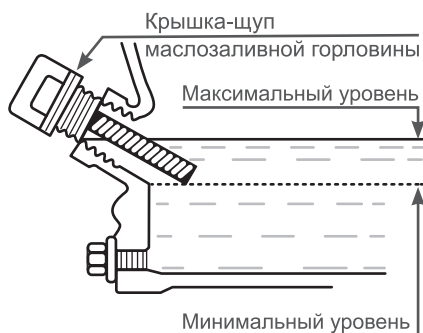

Рис. 9. Проверка уровня масла в картере
Максимальный уровень масла в картере соответствует нижней кромке заливного отверстия (Рис. 9).
4. Аккуратно извлеките щуп и осмотрите его. Уровень масла должен соответствовать верхней отметке на щупе. При недостаточном уровне масла в картере необходимо долить чистое масло до верхней отметки на щупе, что соответствует нижней кромке заливного отверстия (Рис. 9).